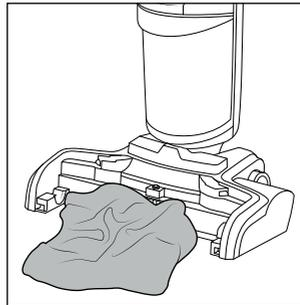

Fig. 36
- ◆ Si la cámara de cepillos está sucia, límpiela con una bayeta o paño húmedo (consulte la fig. 36).